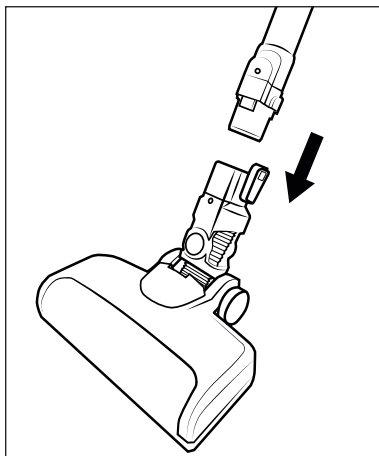

Fig. 2
- 2) Sæt sugerøret ②4 ind i gulvbørsten ②2, indtil det klikker hørbart på plads (se fig. 2).